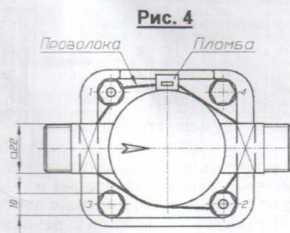

Рис. 4
- затянуть 4 болта М6 моментом 3,5 Нм в последовательности 1-2-3-4 (рис. 4);
- опломбировать тройник проволокой, используя пломбу (рис. 4).